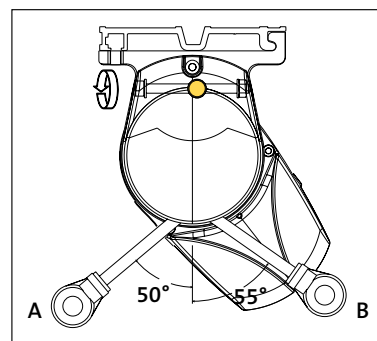

Fig. 12: Bedieningsuitgang A of B bij plafondmontage
- ▶ Bij plafondmontage: hou rekening met voldoende afstand voor borging en hoekinstelling die langs achter moet gebeuren. (zie ook fig. 12)